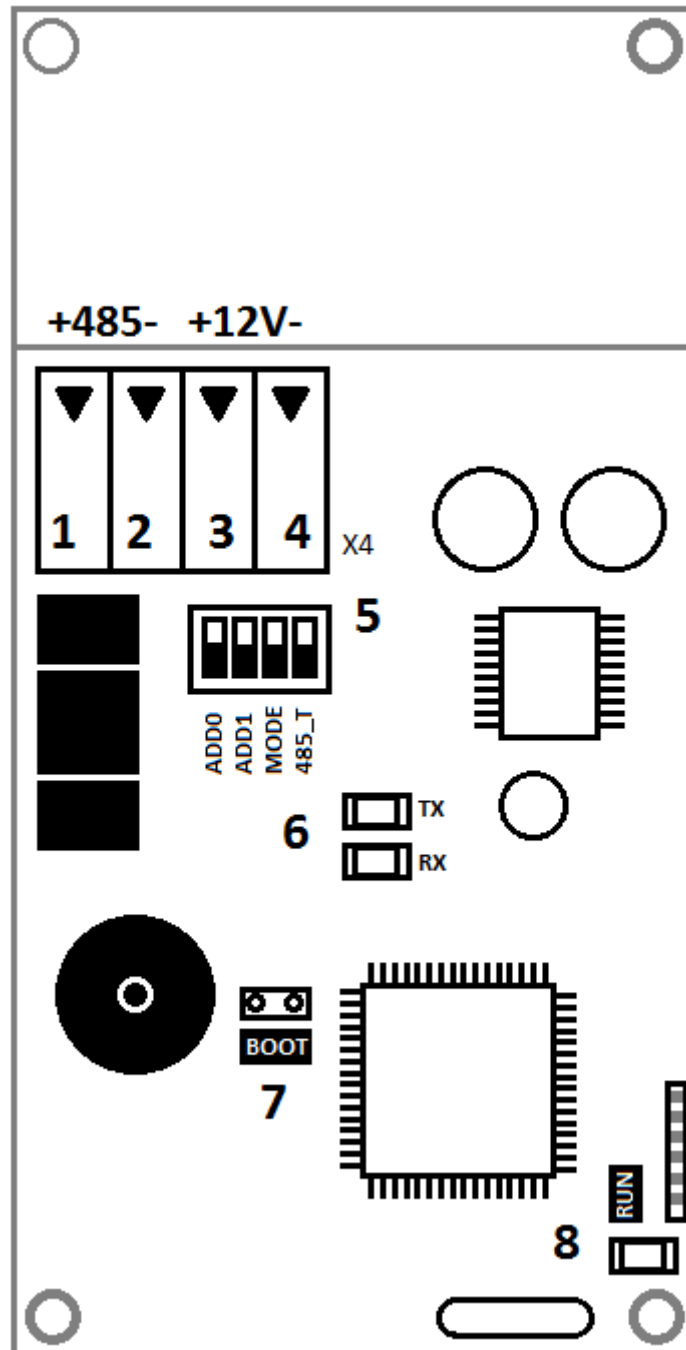

Рисунок 2. Внешний вид платы считывателя
На каждом считывателе необходимо установить собственный сетевой адрес в сети RS 485. Установка производится с помощью движкового переключателя К2 (5), расположенного на плате считывателя (см. рисунок 2). Диапазон изменения адреса 0-3.